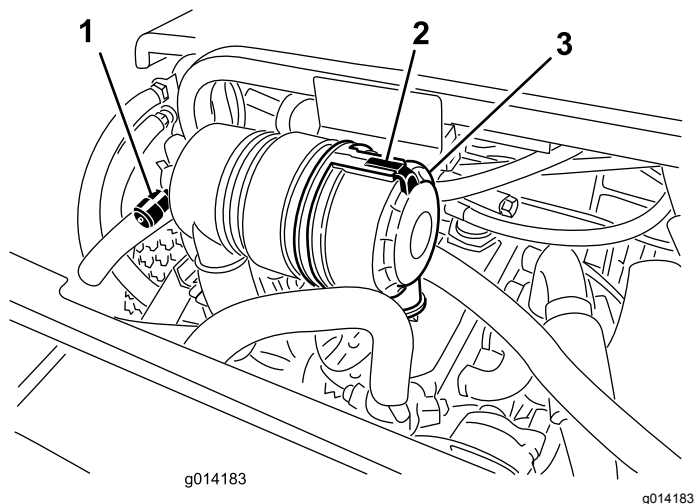

Figure 31
Faites l'entretien du filtre à air uniquement quand l'indicateur de colmatage (Figure 31) indique que cela est nécessaire. Ne remplacez pas le filtre à air plus fréquemment que nécessaire ; cela ne fait qu'accroître le risque de contamination du moteur par des impuretés quand le filtre est déposé.
1. Desserrez le verrou qui maintient le couvercle sur le boîtier du filtre à air (Figure 31).